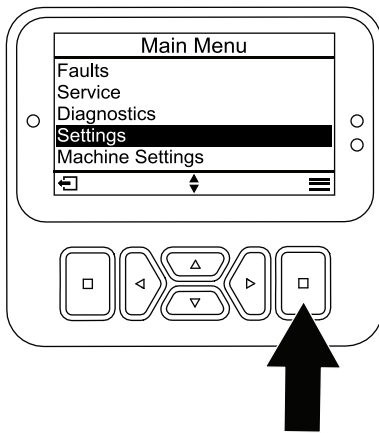

Figura 18
1. En MAIN MENU (menú principal), vaya al menú SETTINGS (Ajustes) y pulse el botón Seleccionar (Figura 18).